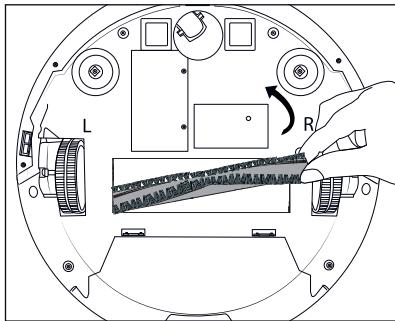

Abb. 15
- ♦ Fassen Sie die Bürstenrolle ⑯ an der rechten Seite und nehmen Sie sie aus dem Gerät (siehe Abb. 15). Entfernen Sie Haare und Schmutz mit der Reinigungsbürste ⑩.